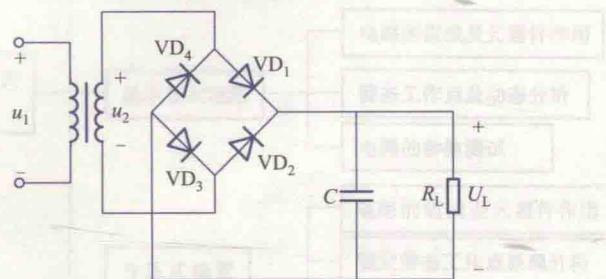

图 1-8
5. 整流滤波电路如图 1-8 所示, $U_2 = 10$ V。